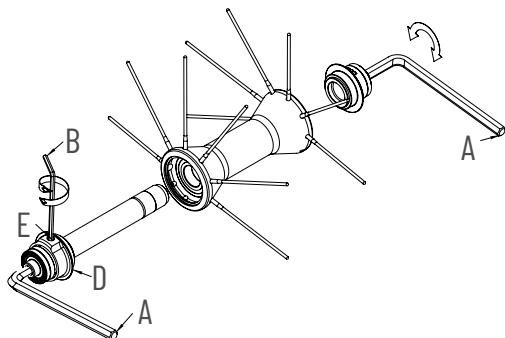

FIG. 1
- Inserite due chiavi a brugola da 5mm (A) dentro agli scontri alle estremità dei mozzi (Fig.1 e 2) e ruotatele in **senso antiorario**. Una volta estratto il perno dal corpo del mozzo si possono eventualmente sostituire i cuscinetti.
- Se necessario effettuare una registrazione del mozzo agendo sulla ghiera (D).
- Allentate il grano (E) con una chiave a brugola da 2mm (B)(Fig. 1).
- Richiudete il grano (E).